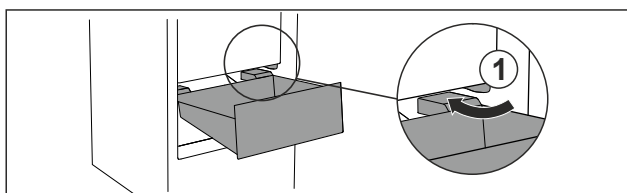

Fig. 106
- ▶ Poprowadzić szufladę ukośnie wokół stoperów Fig. 106 (1).